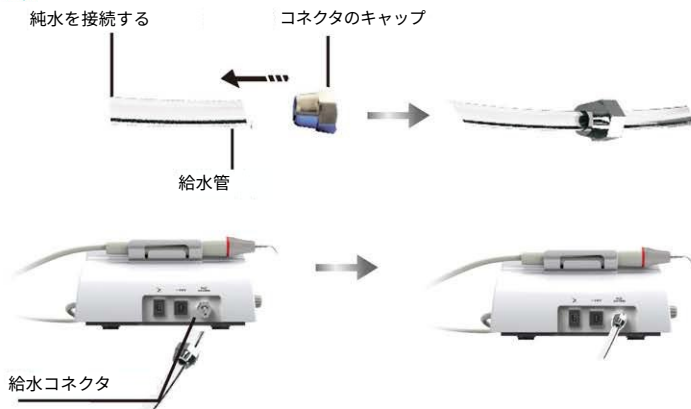

図3
1.4.3. 給水システムの接続図は図3に示されています。
d) 水管の一方の端を給水口に接続し、もう一方の端を純水源に接続します (図 3)。